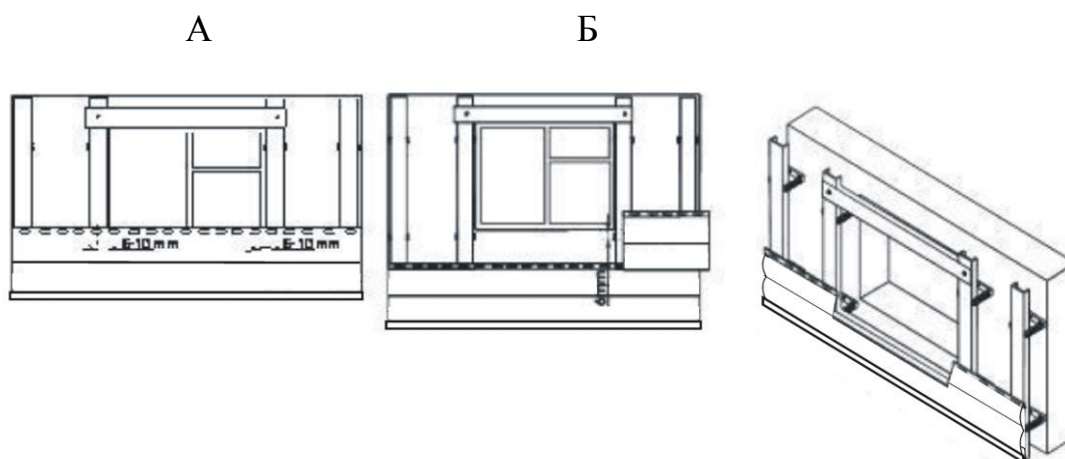

Рис. 6. Подгонка сайдинга под окно.
- Сначала примерьте панель, чтобы края выступали с обеих сторон оконного проема. Затем отметьте на ней ширину окна, добавив 6-10 мм. Полученные отметки покажут места вертикальных разрезов. (рис. 6а)
- Сделайте образец горизонтального отреза. Для этого укрепите небольшой кусок сайдинга возле окна и сделайте на нем отметки на 6 мм ниже подоконника (рис. 6б) с обеих сторон проема окна, поскольку нет уверенности, что уровень окна идеален.